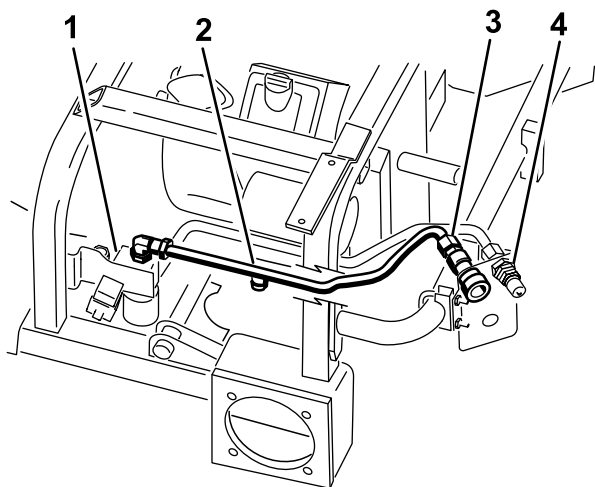

Bild 15
4. Positionieren Sie die Hydraulikleitung Nummer 2 in der Maschine, siehe Bild 15.
5. Befestigen Sie die Hydraulikleitung Nummer 2 am 90-Grad-Anschlussstück und oben am neuen Ventil (Bild 15).
6. Befestigen Sie die Hydraulikleitung Nummer 2 an der oberen Kupplung mit Innengewinde (Bild 15).